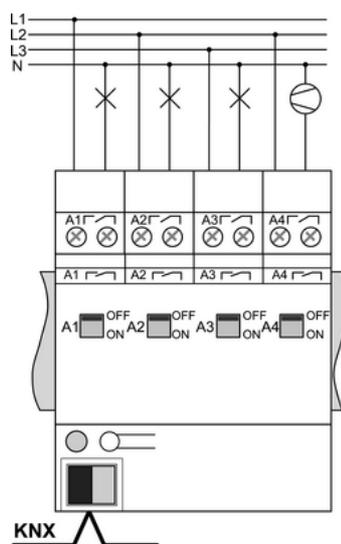

Figure 2
- Raccorder l'appareil conformément à l'exemple de raccordement (figure 2).